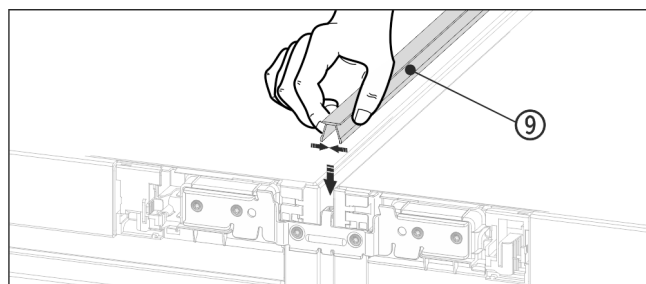

Fig. 19
- ▶ На верхней стороне вдавите в горизонтальную щель короткую декоративную планку Fig. 19 (9).